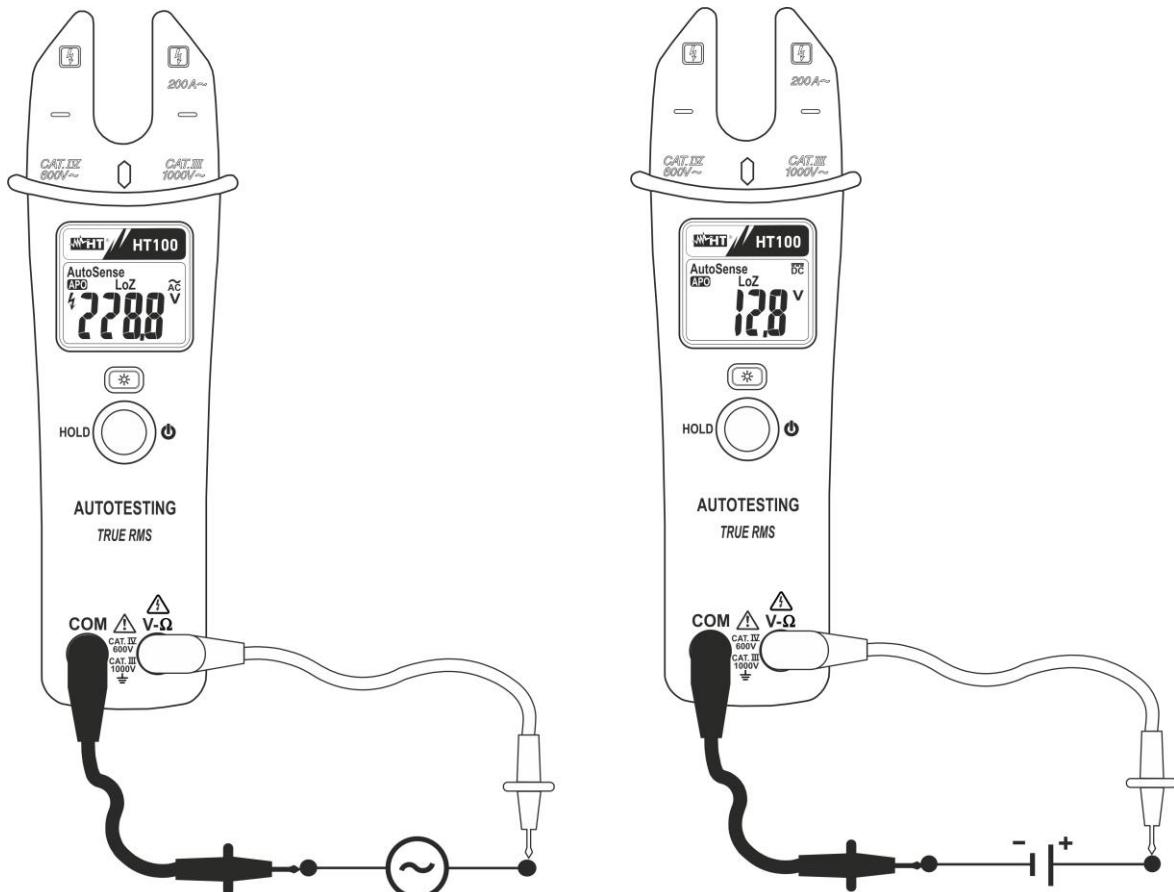

Fig. 3: Uso della pinza in misure di tensione AC e DC
2. Posizionare i puntali nei punti desiderati del circuito in esame (vedere Fig. 3). Il valore della tensione è visualizzato sul display. La pinza seleziona automaticamente l'indicazione AC o DC in funzione della tensione in ingresso
4. La visualizzazione del simbolo **-** sul display dello strumento indica che la tensione DC ha verso opposto rispetto alla connessione di Fig. 3